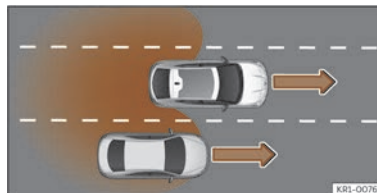

Fig. 155 Dépassement sur la voie centrale puis retour sur la voie de droite.
- Lorsque le véhicule dépasse un autre véhicule >>> **fig. 155** en cas de différence de vitesse d'environ 10 km/h (6 mph). Si le dépassement est considérablement plus rapide, aucune indication ne s'affiche.